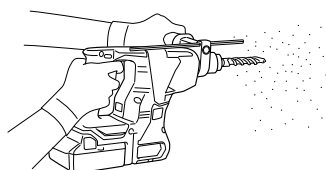

Fig. 19
- (1) Monter le foret de perçage.
- (2) Tirer l'interrupteur de déclenchement après avoir appliqué la pointe du foret sur la position de perçage désirée. (Fig. 19)
- (3) Il n'est pas du tout nécessaire d'appliquer une forte pression sur le marteau rotatif. Il suffit d'appliquer une légère pression de manière à ce que la poussière de perçage soit déchargée progressivement.
- Quand le foret de perçage touche une barre de fer de la construction, la mèche s'arrête immédiatement et le marteau rotatif réagit en tournant. Par conséquent, veuillez tenir fermement la poignée latérale et la poignée, comme illustré à la Fig. 19.